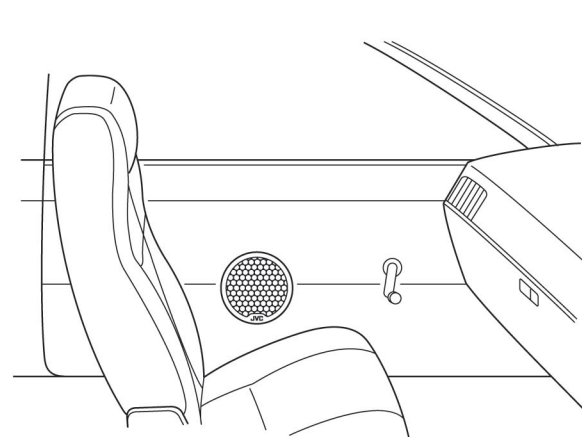

Fig. 3
7. O processo da instalação na porta é muito parecido com o da instalação na tampa traseira. No entanto, nesse caso, deve-se tomar muito cuidado para instalar os alto-falantes de modo a não interferirem com o mecanismo da maçaneta da porta. Instale os alto-falantes com os terminais para baixo. (Fig 3 e 4).
7. The process for installing the speakers in the door is much the same as for installing the speakers in the rear tray. In this case, however, extra care must be taken to install the speaker out of the way of the door handle. Install the speakers with the terminals down. (Fig. 3 & 4)
7. Die Vorgehensweise für den Einbau der Lautsprecher in den Türen ist weitgehend mit der eben beschriebenen identisch. Hier jedoch ist besonders darauf zu achten, die Lautsprecher in ausreichender Entfernung von den Türgriffen einzubauen! Die Lautsprecher mit nach unten weisenden Anschlüssen einbauen. (Abb. 3 & 4)
- ① . Blende
- ② . Gitterblende
- ③ . Schraube
- ④ . Lautsprecher
- ⑤ . Mutter
7. La méthode pour fixer les haut-parleurs sur la porte est semblable à celle du montage sur la plage arrière. Prendre bien soin de fixer les haut-parleurs à l'écart des poignées des portes. Installer les haut-parleurs avec les bornes vers le bas. (Fig. 3 et 4)
7. Het monteren van de luidsprekers in de portieren verloopt grotendeels volgens dezelfde stappen als in het geval van de hoedeplank. Hierbij dient u echter bovendien op te letten de luidspreker niet te dicht bij de portierkruk te plaatsen. Monteer de luidsprekers met de aansluitklemmen beneden. (Afb. 3 & 4)